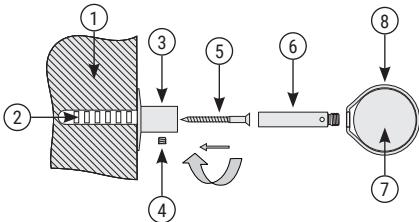

Рис.2
3.4. В отмеченных местах просверлить отверстия необходимого диаметра и закрепить кронштейны с помощью саморезов и дюбелей (рис. 2, 3).
3.5. Осуществить установку полотенцесушителя, насадив его на шпильки и зафиксировать, используя стопорные винты в корпусе кронштейна (рис. 2, 3).
4.2. Кронштейн телескопический (рис. 2, 3 в зависимости от модели).....	1 к-т